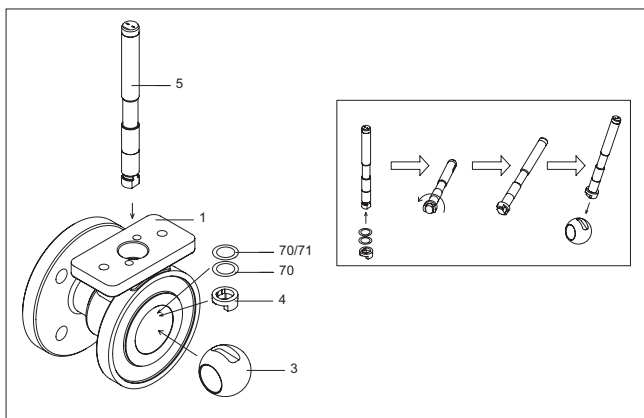

Fig. 25 Montage de l'axe des tailles 1» et 1.5»
- Dans les tailles DN 50-200/2»-8», placez la bague de blocage (51) dans la gorge de l'axe (5). Engagez partiellement l'axe dans le corps par le haut et montez les butées (70) sur l'axe par l'intérieur du corps. Montez le pignon d'entraînement (4, tailles DN 50-200/2»-8») dans son logement et verrouillez-le avec la goupille (50). Dans les tailles DN 25-40/1»-1.5», placez l'anneau de retenue sur l'axe comme illustré par la figure 25. Mettez la sphère (3) en position de façon que le pignon d'entraînement/ bague de butée (4) entre dans la mortaise de la sphère. Vissez les goujons (14). Mettez en place l'anneau de butée (67, tailles DN 50-200/2»-8»), la garniture (69), le fouloir (9) et les fers de retenue (42). Montez les écrous (18) sur les goujons (14) et vissez-les doucement.